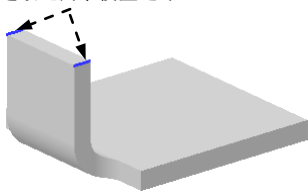
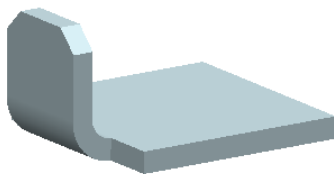

图 5.4.5 定义倒斜角参照边
图 5.4.6 创建“倒斜角”特征
(1) 选取图 5.4.5 所示的模型边缘线为倒斜角放置参照。
(2) 定义倒角属性。在“倒角”命令条中单击  按钮，在 折线： 文本框中输入值 2.0，单击鼠标右键（两次）。
Step4. 单击命令条中的  按钮，完成图 5.4.6 所示的倒斜角的创建。